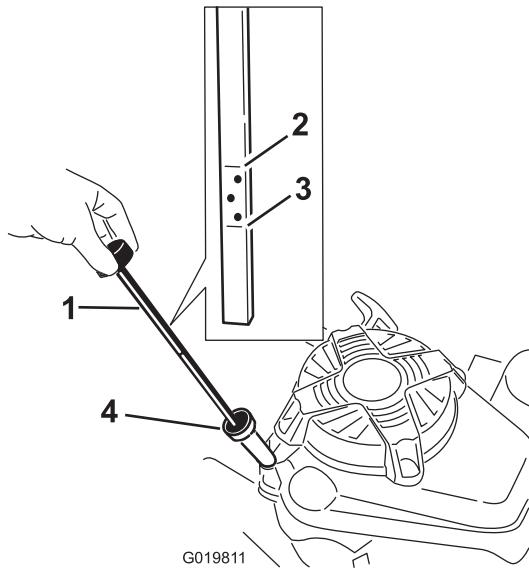

Bild 4
3. Wenn das Kurbelgehäuse leer ist, füllen Sie ungefähr 3/4 des Ölfassungsvermögens des Kurbelgehäuses in den Öleinfüllstutzen (Bild 4).
6. Lesen Sie den Ölstand am Peilstab ab. (Bild 4)